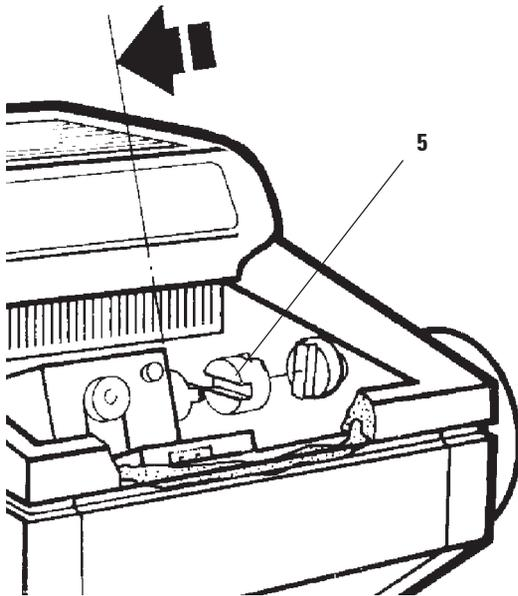

Fig. 26
- Engrasar el acoplamiento de plástico (5, Fig. 26) con una gota de aceite para criostatos.
- Engrasar el brazo portamuestras (1):